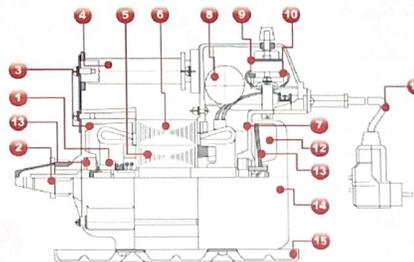

Рисунок 2. Электропривод ЭП – 1600
5.3. Устройство электропривода приведено на рис. 2.
В целях предохранения гибкого вала от раскручивания на валу электродвигателя предусмотрена муфта сцепления 1 (рис. 2), допускающая одностороннее (правое) вращение.